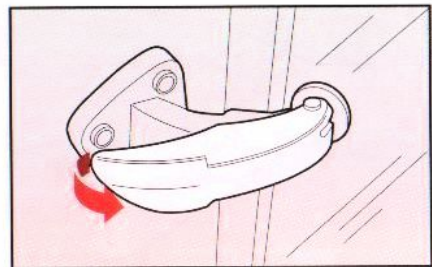

Abb. 103
1) Den Hebel wie in der **Abb. 103** gezeigt bewegen.